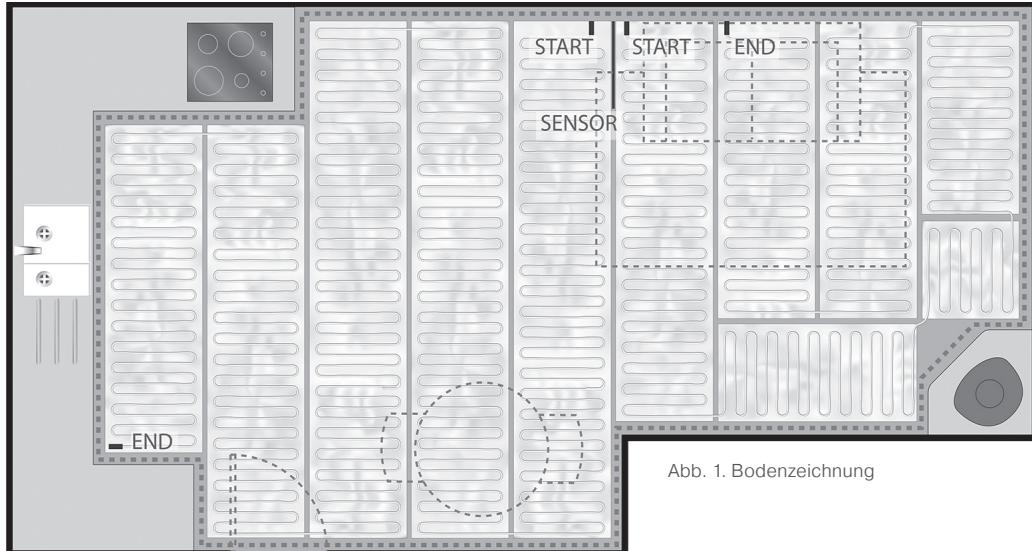
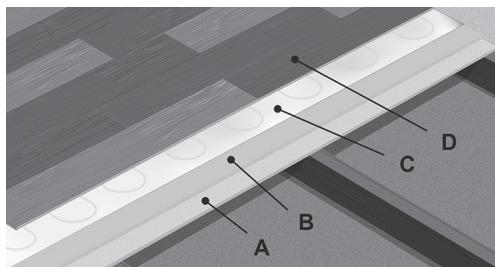

Abb. 1. Bodenzeichnung
Abb. 2. Bodenaufbau
Bei der Planung der Verlegung der Fußbodenheizung (Abb. 1) sind Richtlinien zu beachten, die für eine korrekte Verlegung zu beachten sind. Nachfolgend finden Sie die Richtlinien, die bei der Planung der Montage und Zeichnung des Raumes einzuhalten sind (siehe Abb. 1 – beheizter Bereich, der durch eine gestrichelte Linie abgegrenzt ist).
Sie müssen den Anschlusspunkt des Thermostats und die Position des Bodensensors bestimmen und in die Zeichnung aufnehmen (siehe Beispiel in Abb. 1).
**1.** Machen Sie Ihre eigene Zeichnung des Raumes, bei der Planung der Installation (Abb. 1). Dies ist notwendig, um die Heizmatte korrekt zu installieren und die Installation zu dokumentieren. Ein typischer Bodenaufbau bei der Installation des Alumat-Produktes (Abb. 2).